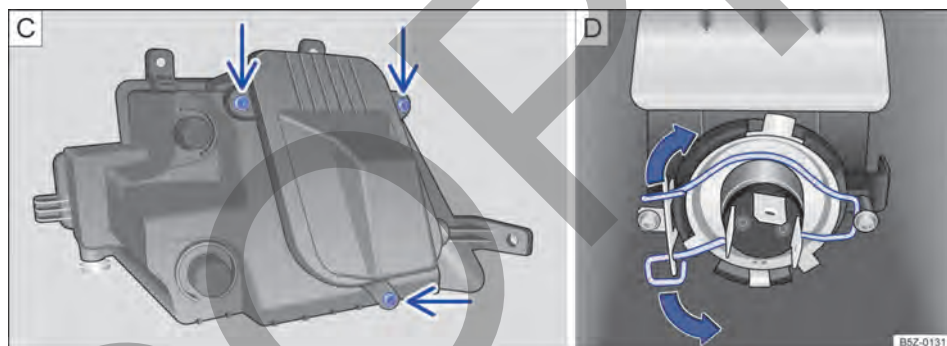

Fig. 187 En el paragolpes delantero: [C] retirar los tornillos de la cubierta de la bombilla y [D] la bombilla del farol de neblina.
6. Retirar los tornillos indicados por las flechas → fig. 187 [C], para acceder a la bombilla del farol de neblina.
8. Comprimir el resorte de bloqueo en el sentido de la flecha → fig. 187 **D**) y moverlo para desbloquear la bombilla.